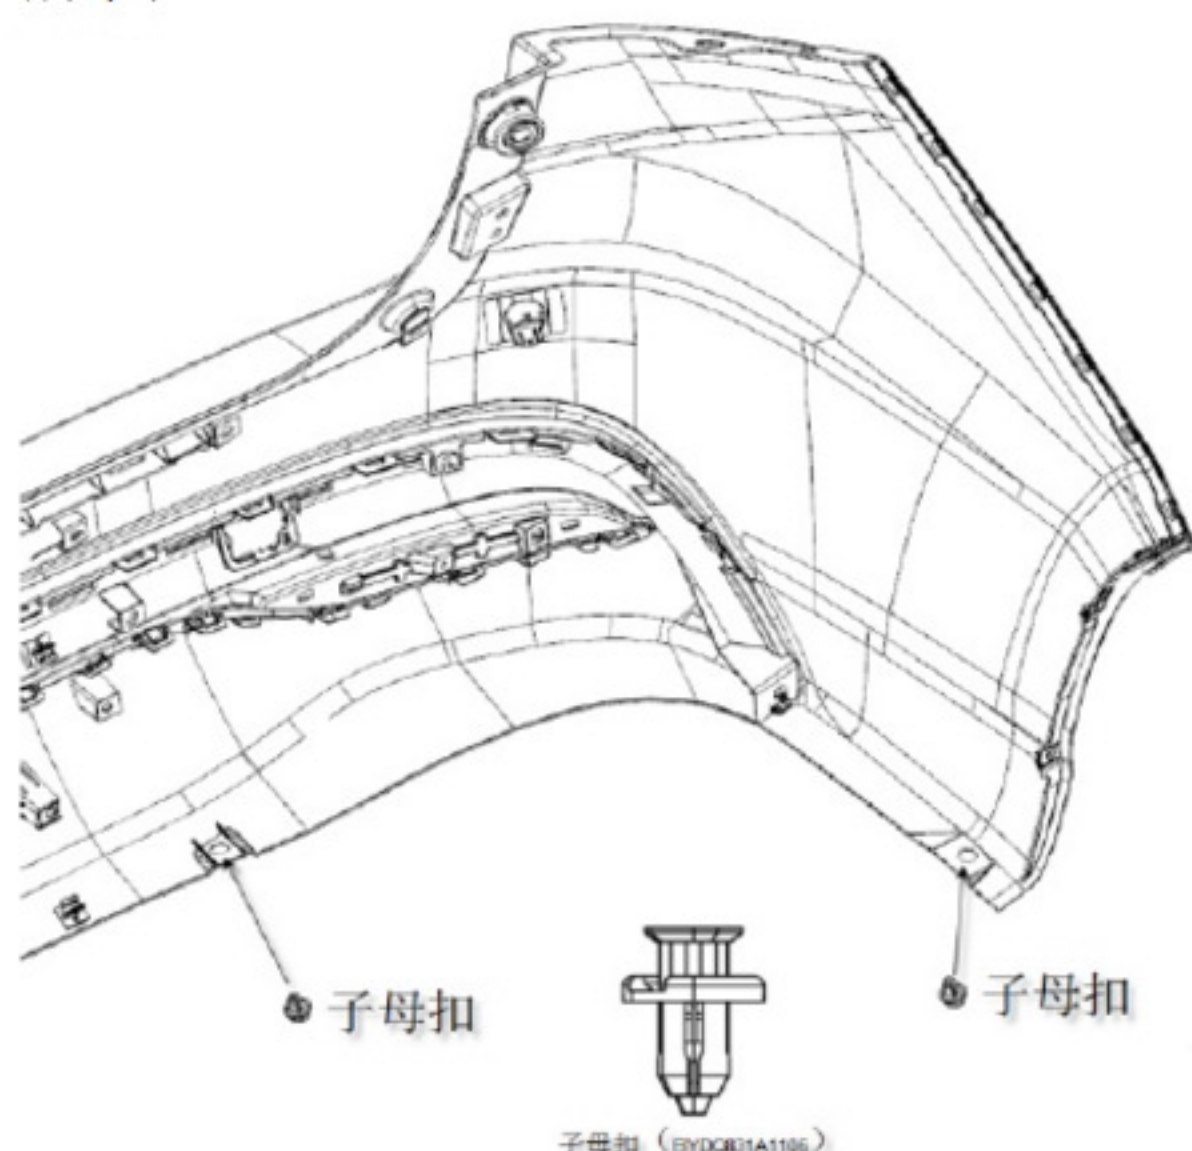

图 2-8
(4) 用十字螺丝刀拆除后保险杠翻边左右两侧的 2 个自攻螺钉；
(5) 拆除后保险杠与车身钣金支架连接的 4 个子母扣，全部拆卸完，如图 2-8 所示；